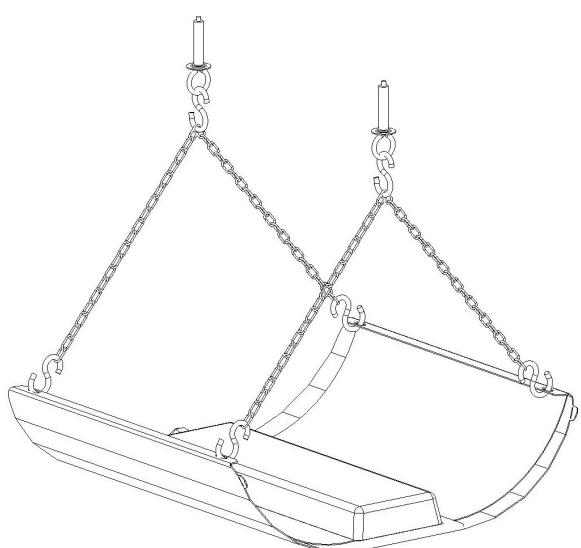

Fig.5
- L'art.700 può essere appeso al soffitto (Fig.5).
L'apparecchio si fissa al soffitto tramite le due catenelle e i sei ganci in dotazione (Fig.5). Ogni catenella va fissata alle asole dell'apparecchio con due ganci, mentre il terzo gancio serve per appendere l'apparecchio ad un tassello ad occhiello o ad altro idoneo supporto.